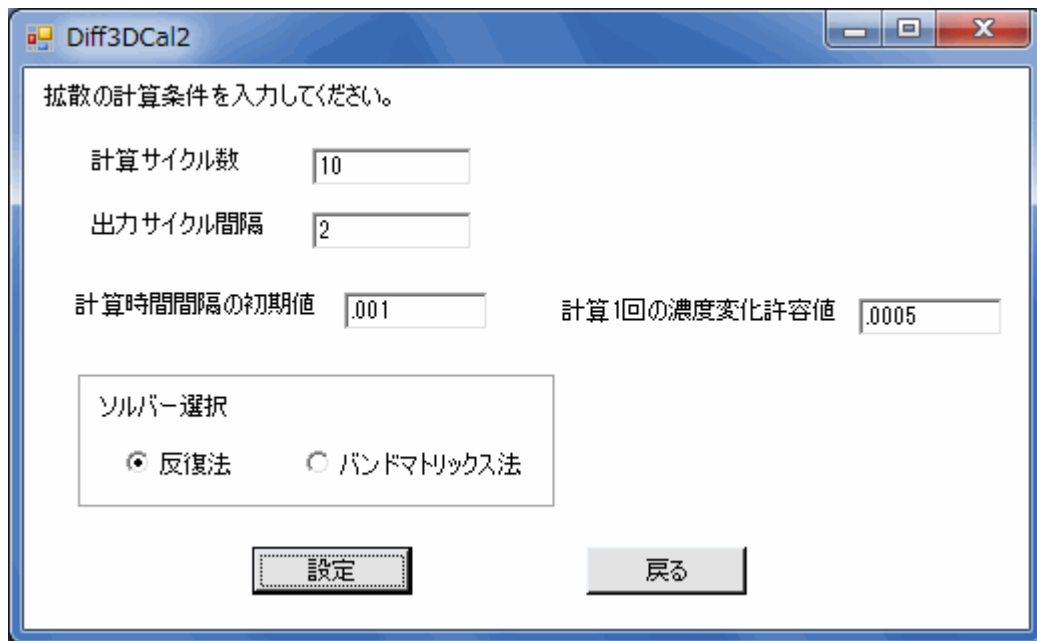

図5-5 非定常解析の計算条件入力画面（ステップ数2以上の場合）
- ①最初に、計算打ち切り時間と出力時間メッシュ数を入力します。
- ②次に、計算時間間隔の初期値と計算1回当たりの濃度変化許容値を入力します。
さらに、図5-5（ステップ数2以上の非定常解析の場合）について説明します。本画面では、上記の①の替わりに計算サイクル数と出力サイクル間隔を入力します。それ以外は上記と同じです。